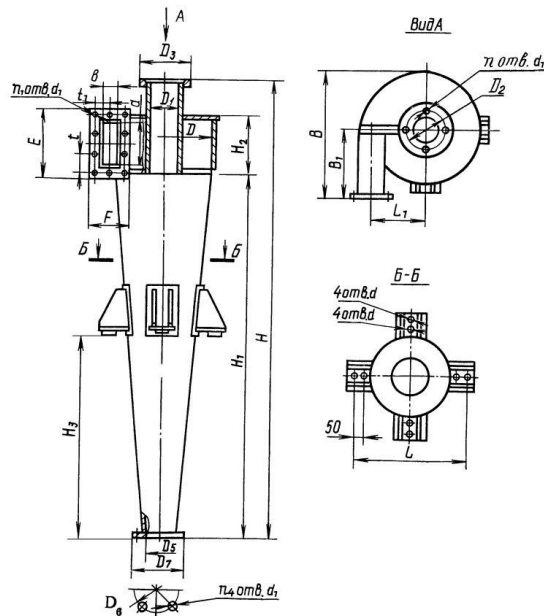

Рис. 1.
3.2. Циклон (див. рис. 1, табл.1) складається з циліндричної частини, вхідного патрубку, конуса і вихлопної труби. Для захисту від атмосферних опадів – над вихлопною трубою може встановлюватися зонтик. Для очищення конуса передбачено лючок. Після типорозміру 1000мм циліндр з конусом з'єднуються фланцями. Для установки циклона на раму передбачено монтажні вуха.